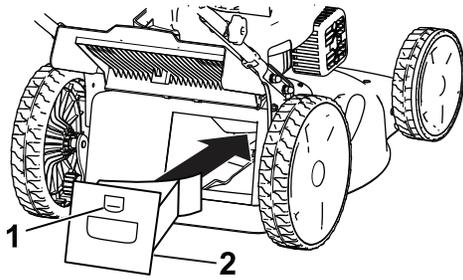

Figura 17
1. Sollevate lo sportello posteriore e tenetelo sollevato (Figura 17).
2. Installate il tappo di mulching nel vano e fissatelo nell'apertura nel vano stesso (Figura 17).